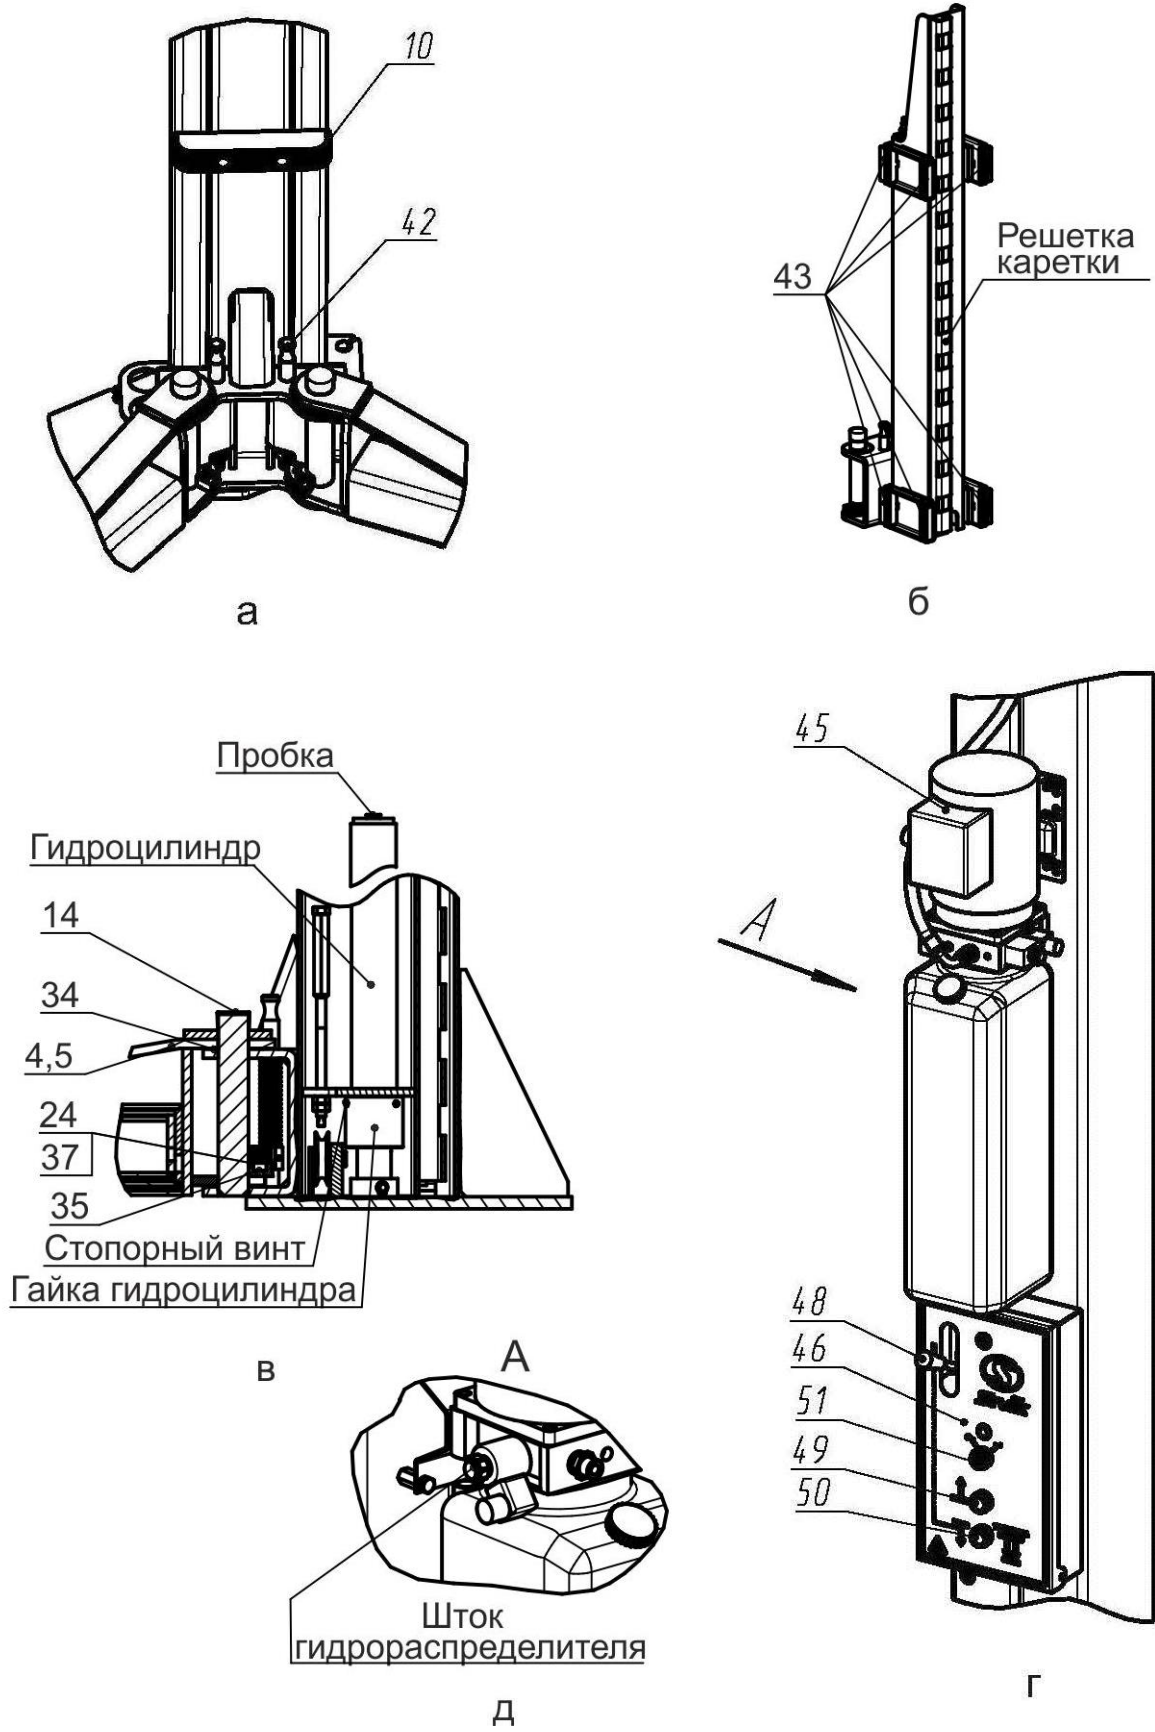
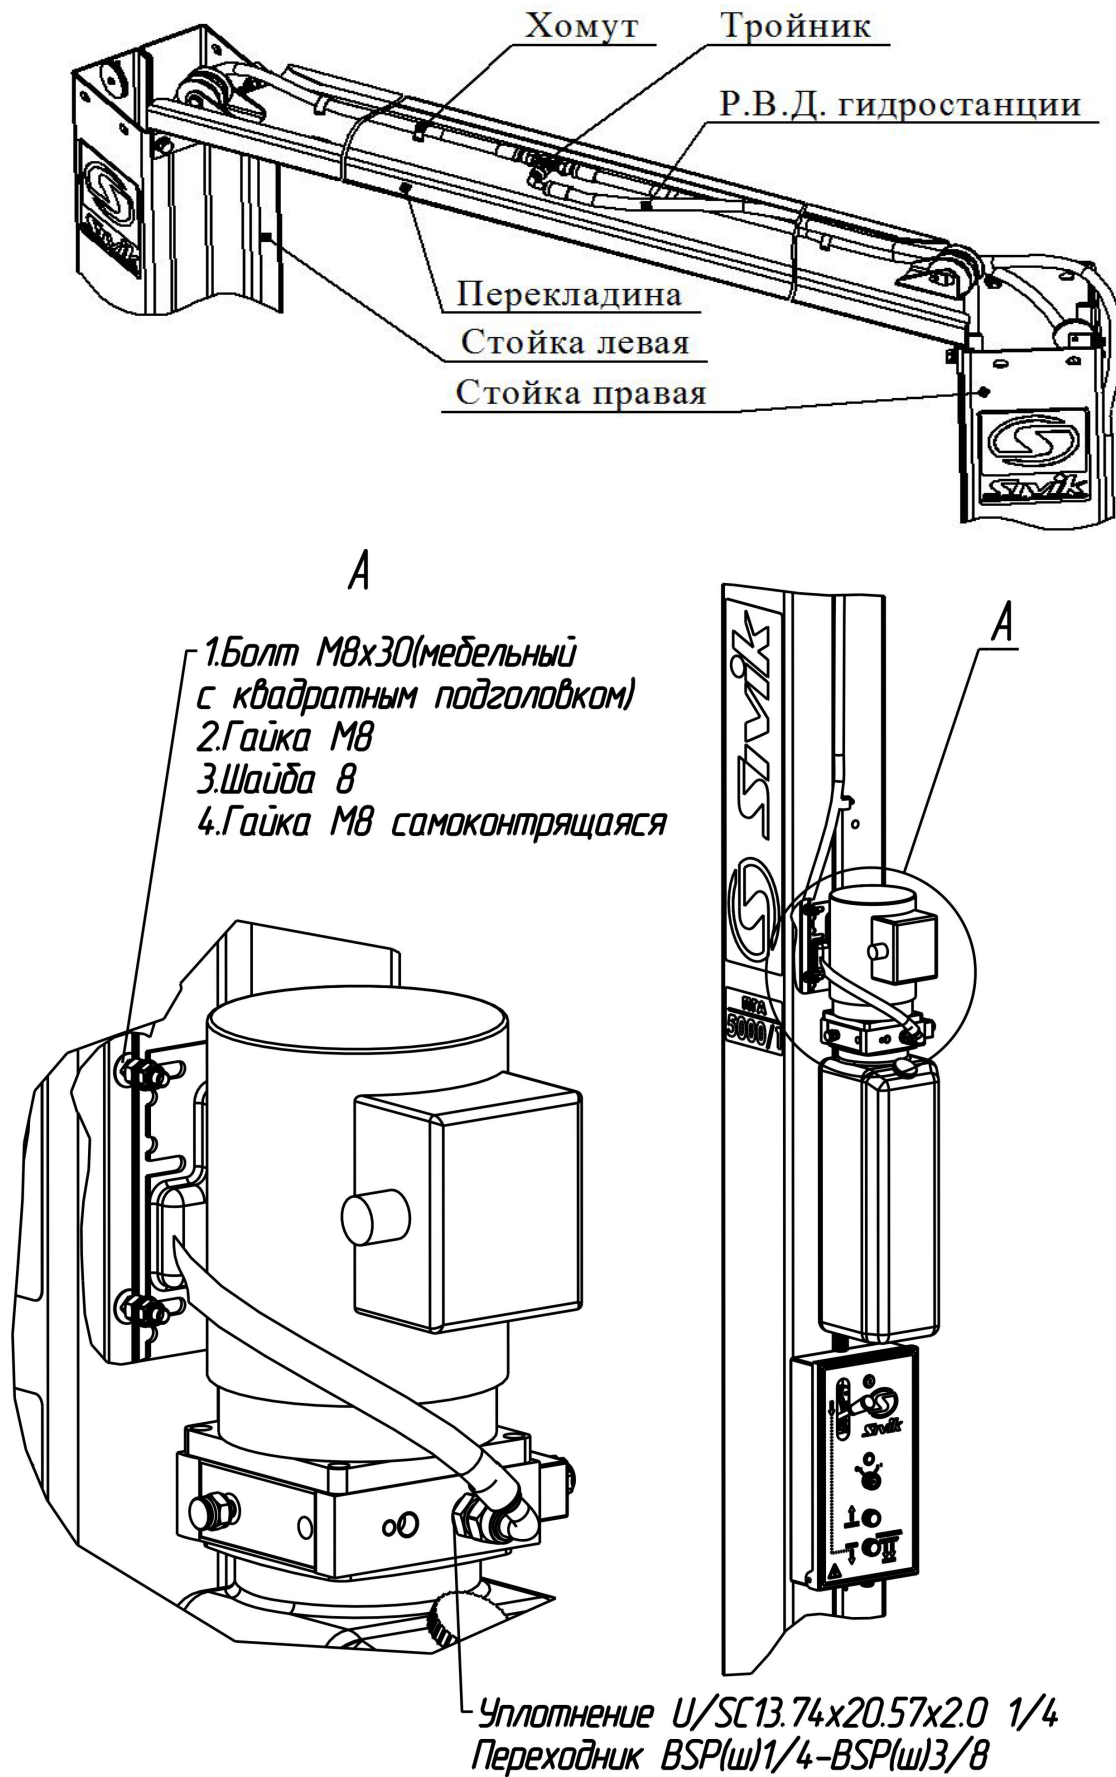

Рисунок 4.1 – Виды подъемника
Рисунок 6.4 – Соединение рукава высокого давления и монтаж гидростанции
Подъемник (рисунок 3.1) состоит из двух стоек коробчатого сечения -правой 1 и левой 2, соединенных между собой перекладиной 3. В стойках размещены каретки 63 с закрепленными на них поворотными телескопическими подхватами 4 и 5 разной длины. На концах подхватов 4, 5 установлены опоры 7, подставки опоры 8, 9. Подхваты фиксируются стопорными устройствами 42 (рисунок 4.1 а), автоматически срабатывающими при подъеме автомобиля. При опускании кареток 63 в крайнее нижнее положение происходит автоматическое расстопорение подхватов 4 и 5. Каретки 63 приводятся в движение гидравлическими цилиндрами, установленными внутри стоек. Подъемник снабжен системой 62 тросовой синхронизации движения кареток 63.
Каждая каретка 63 (рисунок 4.1 б) снабжена полиамидными ползунами 43, скользящими по беговым дорожкам стоек 1 и 2. Каретки фиксируются на требуемой высоте стопорами-защелками 44 (рисунок 6.4), закрепленными на стойках 1,2 и входящими в зацепление с решетками на каретках 63.
На правой стойке (рисунок 4.1 г) размещена насосная станция 45 с пультом управления 46. Внутри насосной станции 45 находится клапан предохранительный, предотвращающий перегрузку в гидросистеме. Клапан предохранительный настроен на заданное давление и опломбирован.
Для предотвращения повреждения дверей автомобиля (при открывании) на каретки 63 установлены накладки 10, фиксируемые винтами М8х30, шайбами 8Г и шайбами 8 (рисунок 3.1 и рисунок 4.1 а).
Управление подъемником осуществляется рычагом 48 (рисунок 4.1 г) и двумя кнопками 49 и 50, установленными в пульте управления 46. Рычагом 48 осуществляется расстопорение кареток 63, а кнопками 49 и 50, подъем (кнопка 49) и опускание (кнопка 50) кареток 63.
ВНИМАНИЕ! Перед сборкой проверить затяжку гаек гидроцилиндров и стопорных винтов (рисунок 4.1в).
6.5 Рукава высокого давления (Р.В.Д.) соединить между собой при помощи тройника, как представлено на рисунке 6.4. При затяжки гаек не допускается скручивание рукавов. Тройник должен располагаться горизонтально так, чтобы Р.В.Д. не касались тросов системы синхронизации. Рукава высокого давления зафиксировать на перекладине хомутами. Гидростанцию закрепить на правой стойке над пультом управления с помощью 4-х болтов М8(мебельные с квадратным подголовком), гаек М8, шайб 8 и гаек М8 самоконтрящихся (рисунок 6.4).
Для того чтобы проверить срабатывание упругой тяги 55, необходимо одному человеку прижать рукой защелку 44 к стойке 2, а другому повернуть рычаг 48 (рисунок 4.1 г) на себя. Упругая тяга 55 должна вытянуться на полный ход штока 30.
При повороте рычага 48 (рисунок 4.1 г) защелки на левой и правой стойки должны срабатывать одновременно. При отпускании рычага 48, защелки на левой и правой стойке должны вернуться в исходное положение. Регулировка проводится выборкой слабины тросика 52 и обжатием петли от вытягивания зажимом 13.
6.9 Открутить пробку бака насосной станции 45 и залить масло (около 12 л) до верхней метки «МАХ» (рисунок 4.1г). Уровень масла контролировать визуально. Установить пробку бака на место.
- кратковременным нажатием на кнопку 49 (двигатель должен работать, вращение крыльчатки по стрелке на кожухе эл. двигателя, а из бака должно убывать масло, рисунок 4.1г).
- отвернуть пробки у каждого гидроцилиндра на один оборот (рисунок 4.1в)